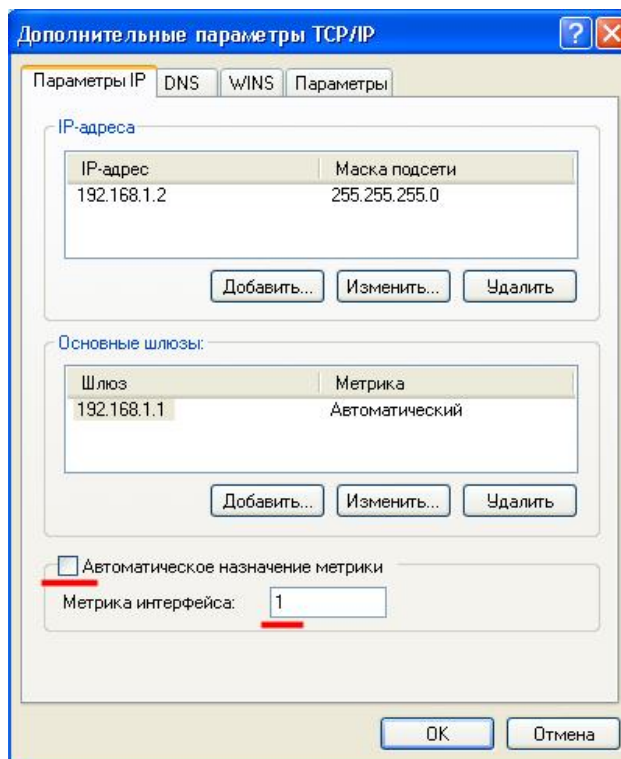

Рис. 4.8.6. Настройка дополнительных параметров TCP/IP
- ü В окне дополнительных параметров уберите флаг *Автоматическое назначение метрики* и выставьте значение метрики интерфейса 1 (рис. 4.8.6).